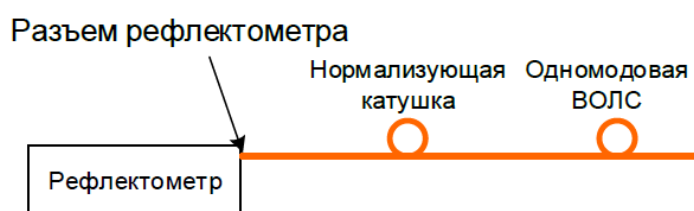

Рисунок 9.5 – Схема измерений затухания методом обратного рассеяния в одномодовой ВОЛС
9. Подключите между рефлектометром и одномодовой линией связи соответствующую нормализующую катушку (рис.9.5). Повторите действия п.4.